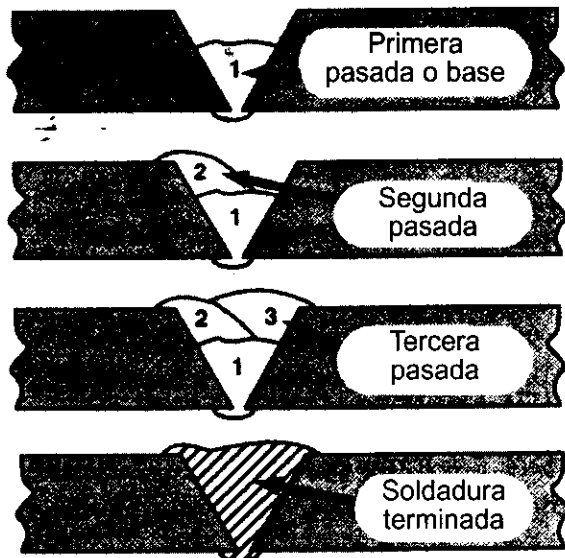

Figura 15. Junta a tope en V de tres pasadas
2. **POSICIÓN HORIZONTAL** (Figura 15) es la siguiente en grado de dificultad. Se hace igual que la soldadura plana excepto que el ángulo B (ver POSICIÓN DE LA PISTOLA SOBRE LA PIEZA DE TRABAJO en la página 16) es tal que el alambre, y por lo tanto la fuerza del
3. POSICIÓN VERTICAL (Figura 15) es la siguiente posición más difícil. Jalando la pistola de arriba hacia abajo puede ser más fácil para mucha gente, pero en algunos casos puede ser difícil evitar que escurra la soldadura fundida del charco hacia abajo. Al empujar la pistola hacia arriba se puede controlar mejor el charco y se puede avanzar a menor velocidad para lograr mayor penetración. Cuando se suelda una junta vertical, el ángulo B (ver POSICIÓN DE LA PISTOLA SOBRE LA PIEZA DE TRABAJO en la página 16) se mantiene usualmente a cero grados, pero el ángulo A variará de 45 a 60 grados para tener mejor control del charco de soldadura fundida.